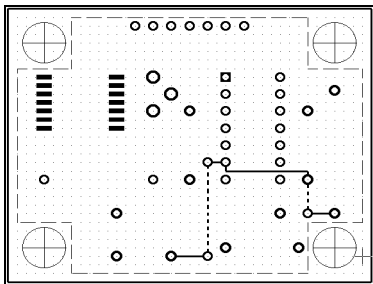

Рис. 39
14. Построить участок трассы A1 от нижнего контакта R3 до контакта DD1 (рис. 39).